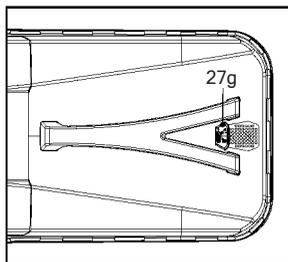

Рис. 14
1. Когда лючок (27g) открыт, в травосборнике (27) остается ещё достаточно места для сбора травы (рис. 14).